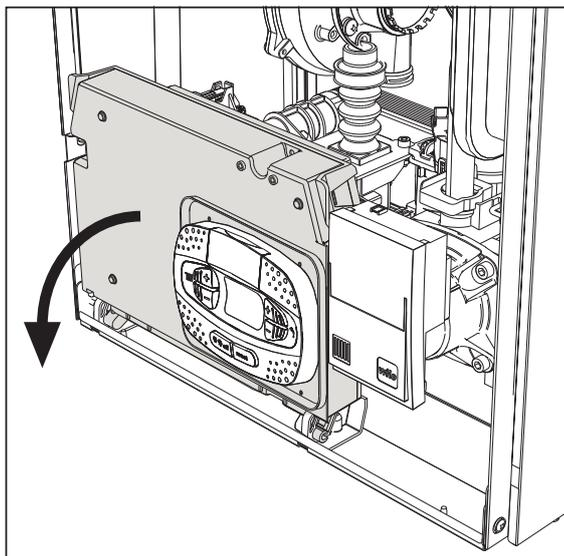
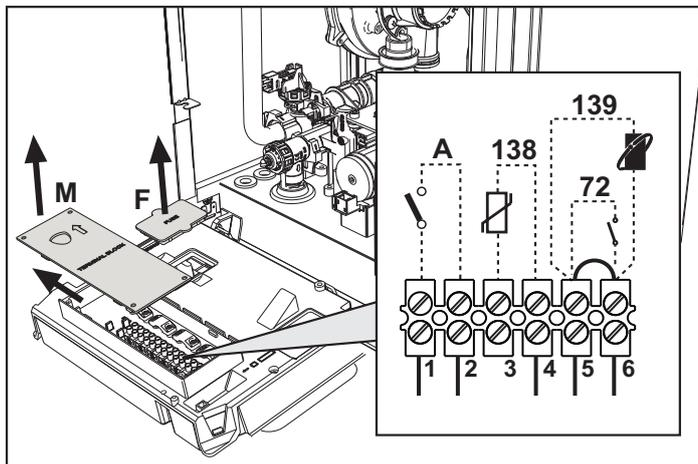

fig. 19
fig. 20
Dopo aver tolto il pannello frontale ( \*\*\* 'Apertura del pannello frontale' on page 32 \*\*\* ) è possibile accedere alla morsettiere (M) e al fusibile (F) seguendo le indicazioni descritte di seguito (fig. 19 e fig. 20). **I morsetti indicati nella fig. 20 devono essere a contatti puliti (non 230V).** La disposizione dei morsetti per i diversi allacciamenti è riportata anche nello schema elettrico alla fig. 61.